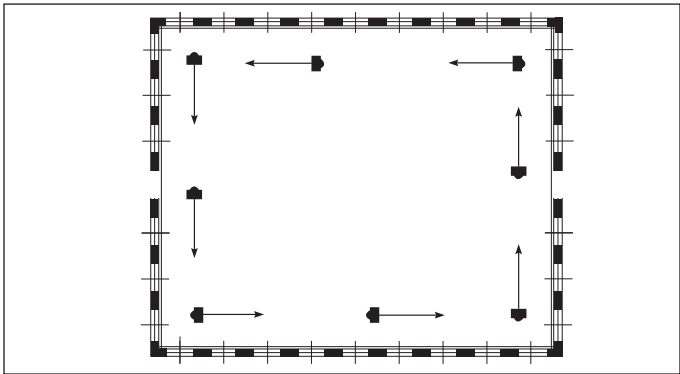

Figure 3.2 - Disposition des appareils verticaux pour chauffer un local étroit
9. S'il n'y a que des appareils à débit vertical ils devraient être installés de façon que leur flux forme un rideau isolant le long des murs. Voir la figure 3.2